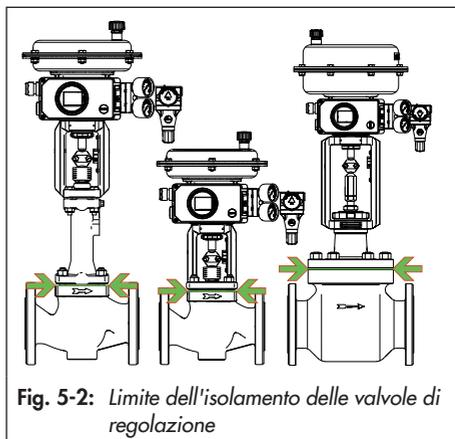

Fig. 5-2: Limite dell'isolamento delle valvole di regolazione
- Isolare le valvole di regolazione solo fino alla flangia del coperchio dell'alloggiamento della valvola, vedere Fig. 5-2. Questo vale anche per le versioni con soffiutto o elemento isolante con temperature del mezzo inferiori a 0 °C o superiori a 220 °C. Se viene isolato anche l'elemento isolante, perde la sua funzione!